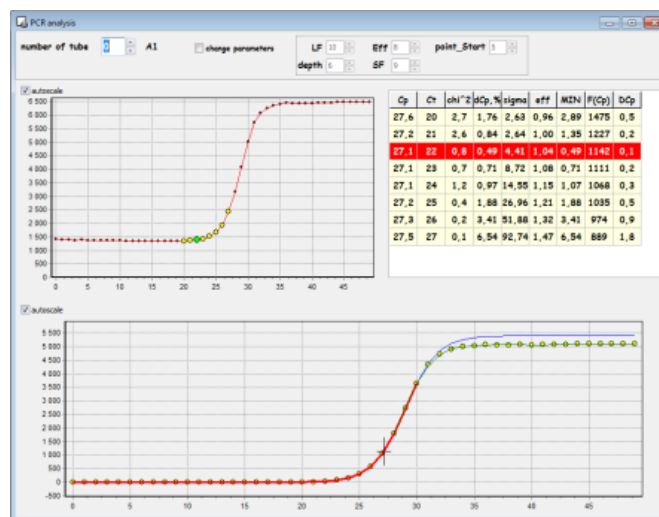

Рис.71 Параметры анализа ПЦР кривой
– параметры анализа ПЦР кривой (Рис.71).